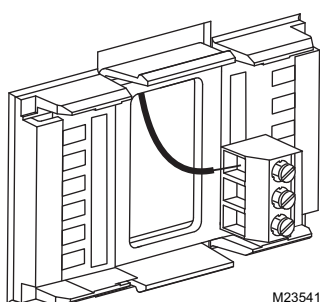

Fig. 9. Insertion des fils dans le bornier.
2. Dévisser les vis qui correspondent au type de système choisi; consulter le Tableau 1. Consulter le Tableau 2 pour obtenir une description de la désignation des bornes. Insérer les fils dans le bornier sous la vis dévis-sée. Voir la Fig. 9.